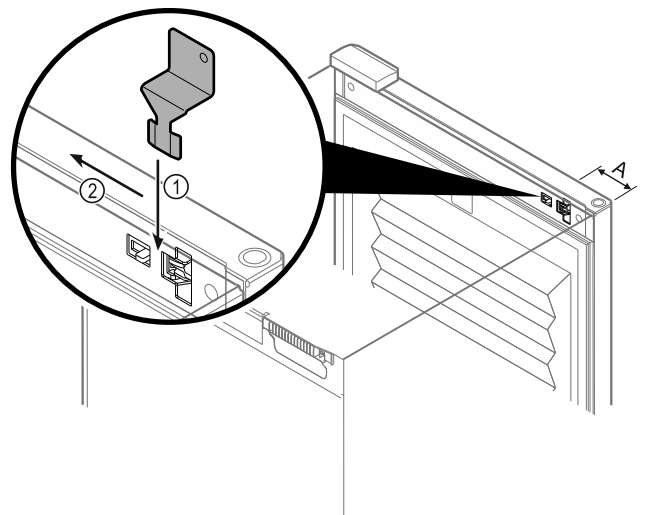

Fig. 138
- ▶ Laikykite avarinio atrakinimo raktą nurodytoje vietoje Fig. 138 (A) \approx 100mm.
- ▶ Įkiškite avarinio atrakinimo raktą tarp durų ir prietaiso korpuso iš viršaus iki galo Fig. 138 (1).
- ▶ Patraukite avarinio atrakinimo raktą lankstų pusės kryptimi Fig. 138 (2).